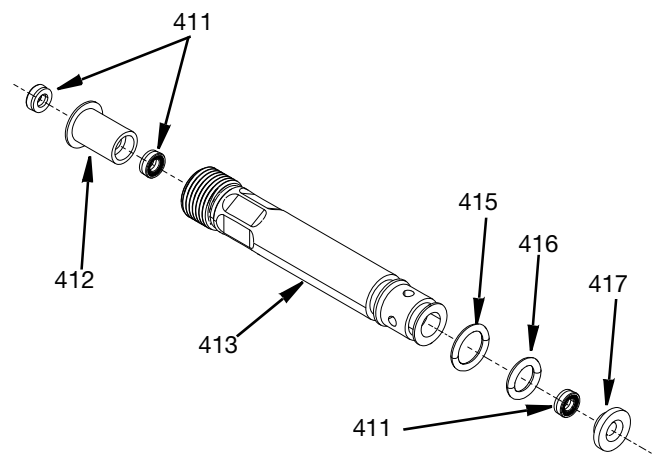

FIG. 30
- Installare gli O-ring (415) e (416) sulla guida della tenuta del cuscinetto corta (413) e sulla guida della tenuta del cuscinetto lunga (414).
- Installare una guarnizione di tenuta dell'ago (411) nell'estremità dell'O-ring delle guide della tenuta del cuscinetto corta e lunga (413 e 414). Il lato aperto della molla delle guarnizioni di tenuta dell'ago deve essere rivolto verso l'esterno.
- Premere il cuscinetto inferiore (417) nell'estremità dell'O-ring delle guide della tenuta del cuscinetto corta e lunga (413 e 414).
- Inserire due guarnizioni di tenuta dell'ago (411) in ciascun cuscinetto superiore (412). Il lato della molla aperta delle guarnizioni di tenuta dell'ago deve essere rivolto verso l'esterno su entrambi i lati del cuscinetto superiore. Inserire questo gruppo nell'estremità filettata delle guide della tenuta del cuscinetto (413 e 414). Vedere FIG. 30.
NOTA: FIG. 30 mostra una guida del cuscinetto di tenuta corta (413), tuttavia entrambe le guide lunghe e corte sono assemblate allo stesso modo.